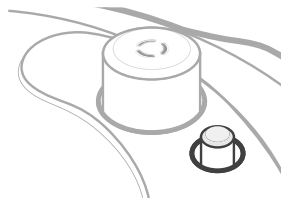

Figura 1.7
- La valvola a galleggiante alzata significa che c'è pressione all'interno. **[Figura 1.7]**